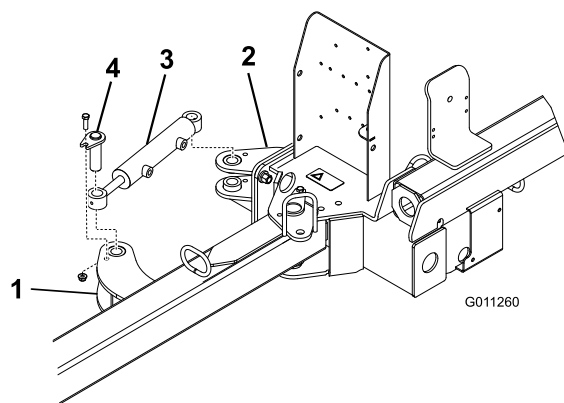

Figure 6
- Fixez chaque extrémité du vérin hydraulique à une patte de commande à l'aide d'une goupille, d'un boulon (3/8 x 1-1/4 po et d'un écrou (3/8 po) (Figure 6).